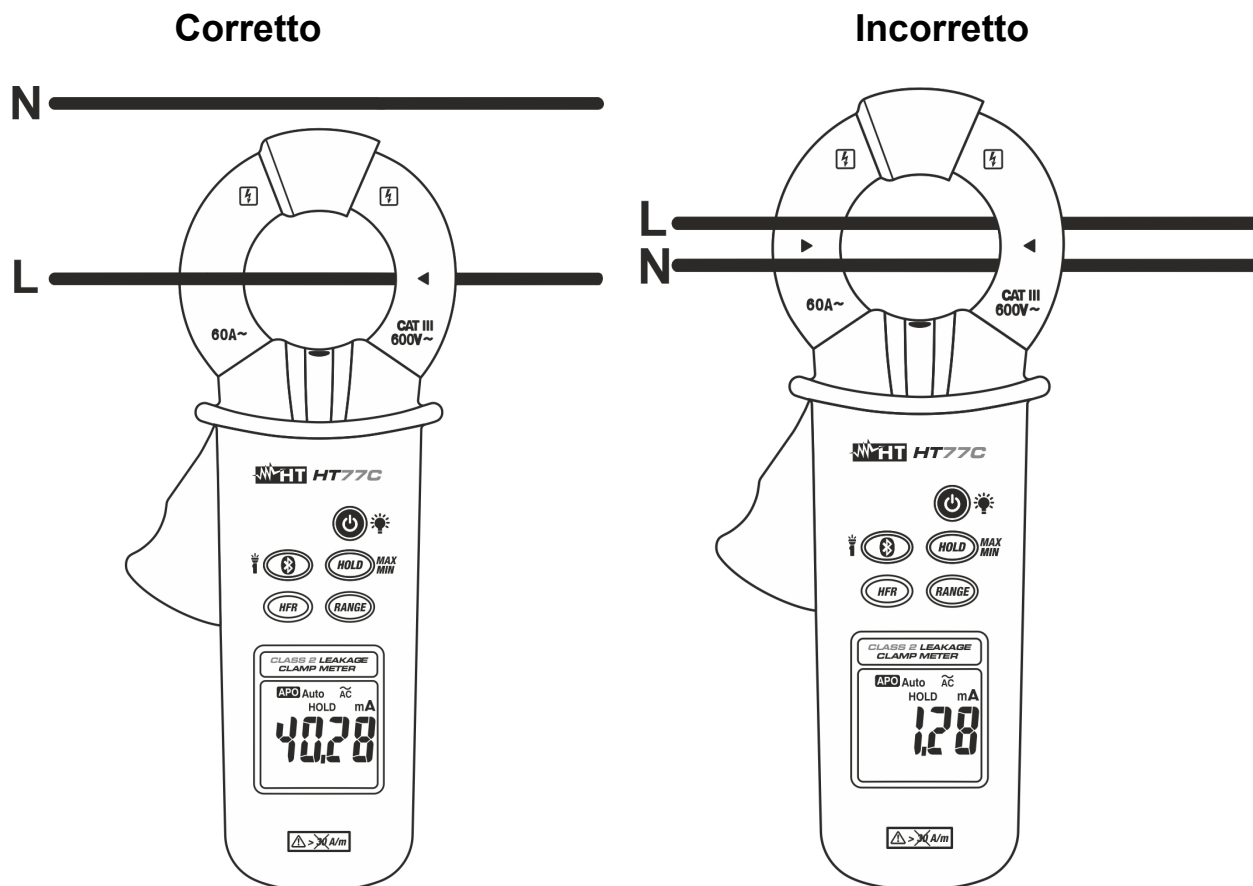

Fig. 3: Uso della pinza per misura di Corrente AC
2. Aprire il toroide ed inserire il cavo di fase al centro del medesimo (vedere Fig. 3 – parte sinistra). Il valore della corrente è mostrato a display